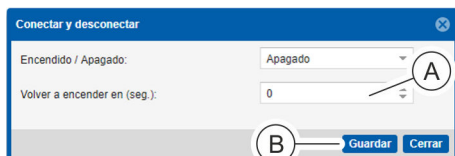

Fig. 104: Desconectar un enchufe hembra
- Solo para la desconexión:** en el menú de selección “Volver a encender en (seg.)” (Fig. 104/Ⓐ), introduzca un tiempo.
- Finalice el proceso con el botón “Guardar” (Fig. 104/Ⓑ).